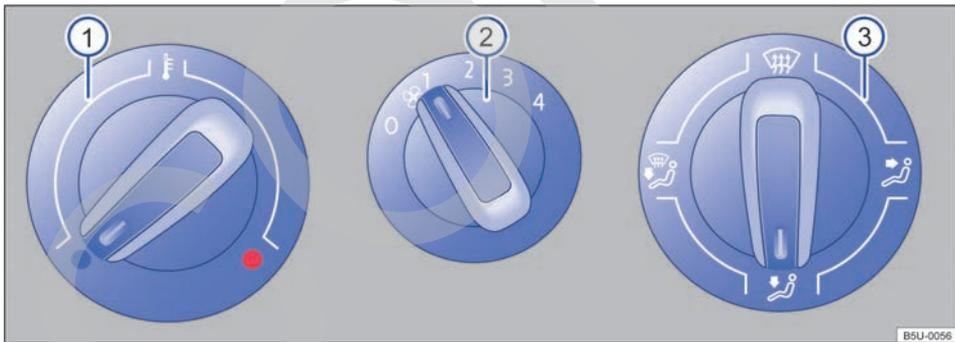
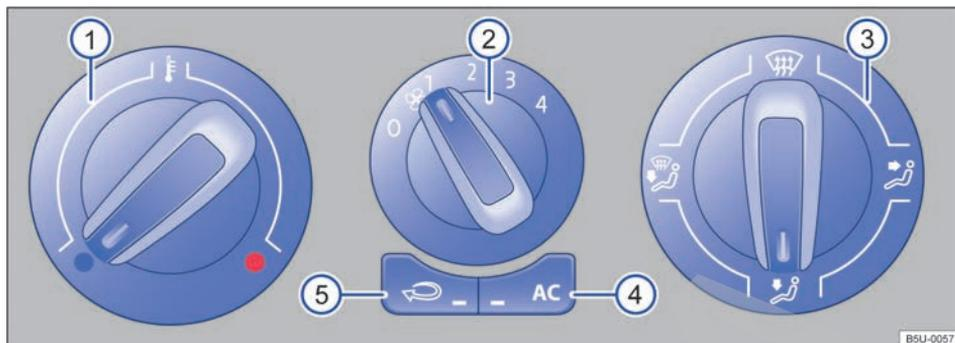

Fig. 88 En la consola central: comandos del sistema de ventilación y calefacción.
Fig. 89 En la consola central: mandos del aire acondicionado.
Tecla, regulador	Información complementaria del sistema de calefacción y ventilación → fig. 88 y aire acondicionado → fig. 89.
- En vehículos con sistema de calefacción, coloque el regulador de la temperatura → fig. 88 ① completamente hacia la derecha, a la posición máxima de calefacción.
- Coloque el regulador de la distribución del aire ③ en la posición ☞.
- Coloque la turbina ② en el nivel 3 o 4.
- Colocar el regulador de distribución de aire → fig. 89 ③ en la posición ☞, en esta posición no se puede accionar el modo de recirculación de aire.
- Coloque el regulador de la temperatura ① en la posición deseada.